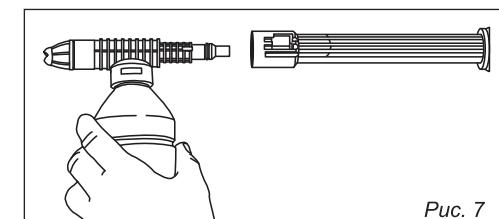

Рис. 7
- Пенная насадка на пистолет (опция, рис. 7) предназначена для распыления моющего средства в виде пены на загрязненную поверхность.